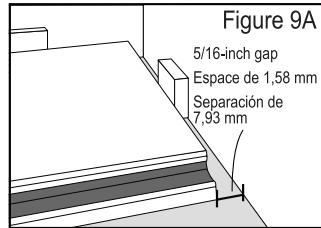

Figure 3
Step 3 – Adjoin the planks by using a tapping block as shown (Fig. 3) and gently tap until the planks are joined.
Paso 3 – Limite las planchas con un bloque para ajuste, como se muestra (Fig. 3), y golpee suavemente hasta que las planchas se junten. Continúe este proceso hasta que se haya utilizado la última plancha para la fila. Consulte la sección "COMO CORTAR UNA PLANCHA" antes de continuar con el paso 4.